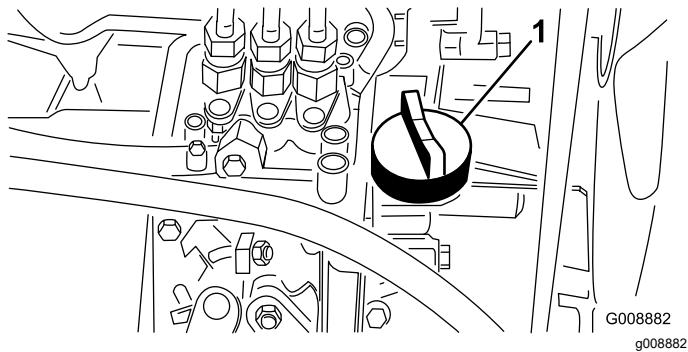

Рисунок 25
4. Если уровень масла ниже допустимого, снимите крышку маслозаливной горловины (Рисунок 25) и постепенно, небольшими порциями долейте масло, периодически проверяя его уровень, до отметки Full (Полный) на масломерном щупе.